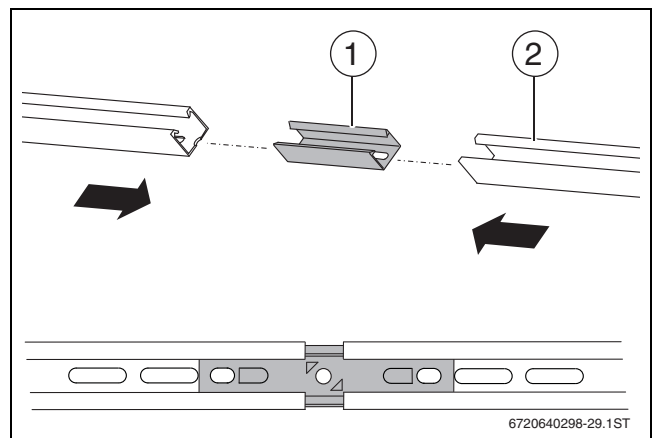

Bild 42
- ▶ Profilschienen verbinden (→ Bild 42).